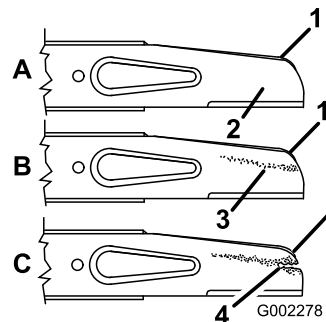

Figura 29
2. Retire as porcas da lâmina, acelerador e lâmina (Figura 29).